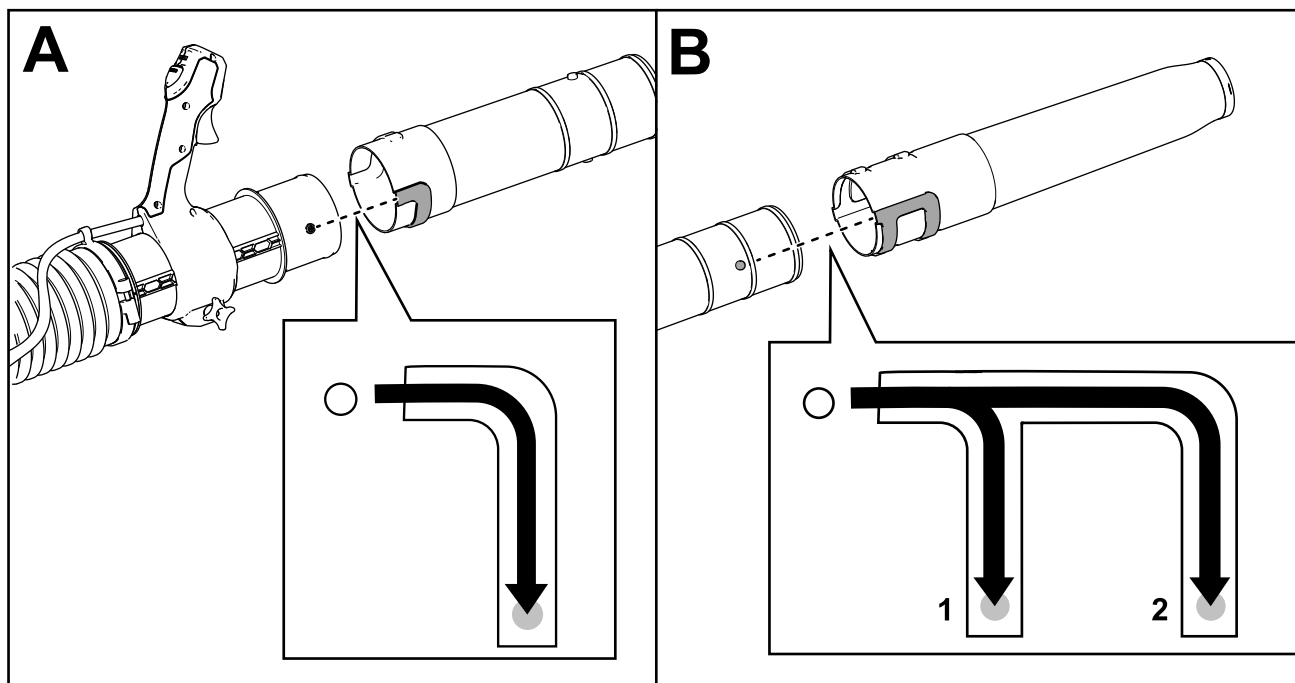

Figura 3
1. Fate scorrere i canali della sezione intermedia del tubo del soffiatore sopra i perni sul cilindro del tubo del soffiatore, e ruotate la sezione intermedia per fissarla (A di Figura 3).
2. Fate scorrere i canali della sezione dell'ugello sopra i perni sulla sezione intermedia, e ruotate l'ugello per fissarlo (B di Figura 3).